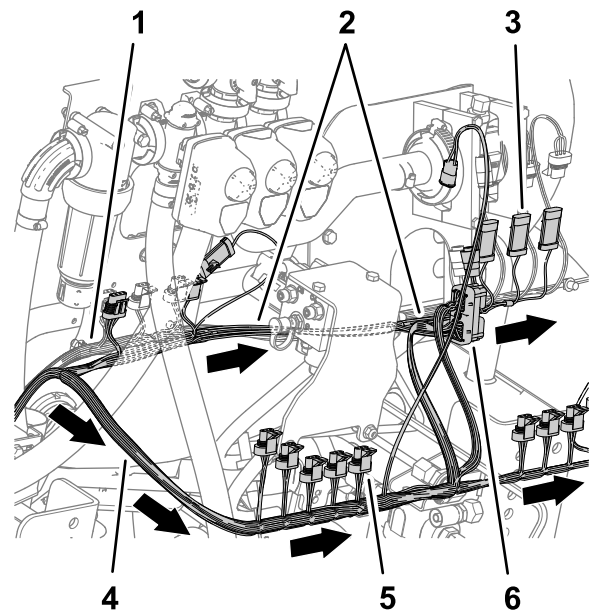

Figura 85
7. Na parte de trás da máquina, encaminhe a secção da cablagem com 89 cm para a frente do coletor de elevação e para a direita do fluxímetro, como se mostra na Figura 85.
8. Encaminhe a secção da cablagem com 102 cm para trás do coletor de elevação e para a direita, como se mostra na Figura 85.